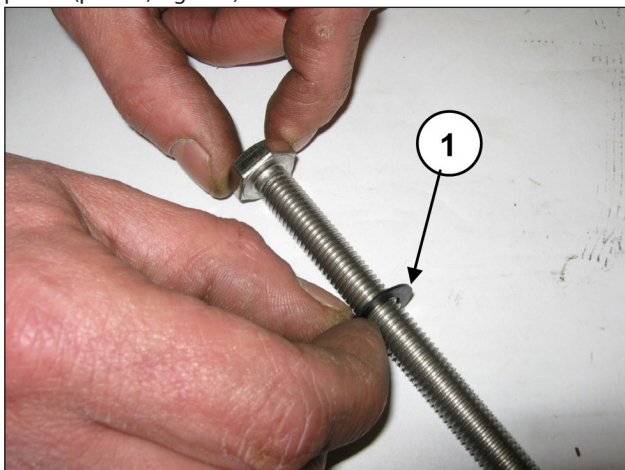

Fig. 136
Introducir la arandela $\text{Ø}10 \times 18 \times 0.9$ en el tornillo de fijación del pistón (pos. ①, Fig. 136).